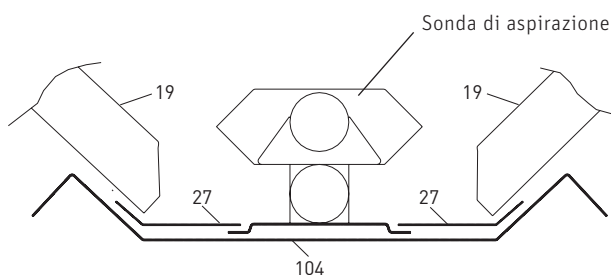
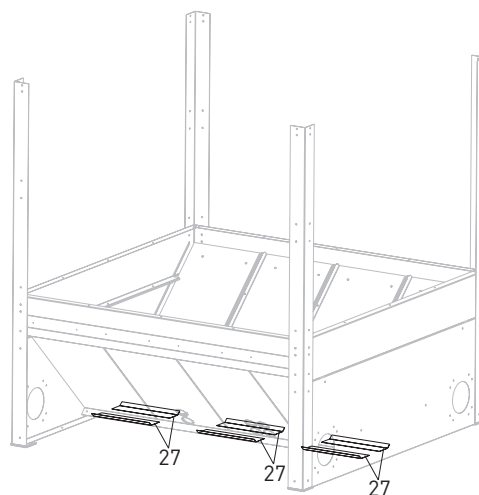

Fig. 10 Pareti oblique montate – vista dall'alto
Fig. 11 Montaggio dei supporti sonda
Avvertenza! Prima di avvitare le pareti oblique infilare anche 6 supporti sonda (27) – Fig. 10, Fig. 11.